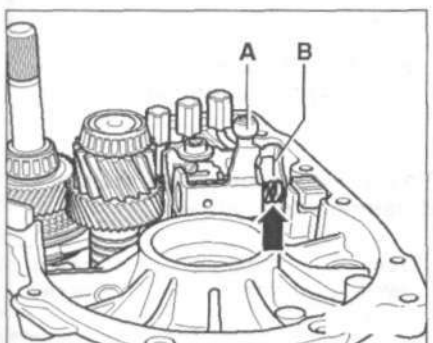

Рис. 8.30. Снимите пружину между пальцем А и консолью В. Снимите палец А.
20. Снимите пружину между пальцем А и консолью В (рис. 8.30). Снимите палец А.